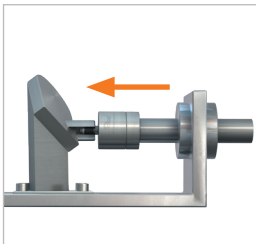
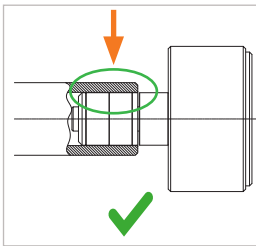
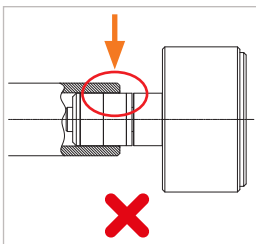

Abbildung 1
Abbildung 2
Abbildung 3
- ▶ Stecken Sie den Adapter gerade in den Prüfling ein (Abbildung 1). Die Frontdichtung (Pos. 7) darf nicht mehr sichtbar sein (Abbildung 2 und Abbildung 3). Dadurch wird eine Beschädigung der Frontdichtung durch eventuell scharfe Kanten am Prüfling vorgebeugt und das richtige Anschließen gewährleistet.